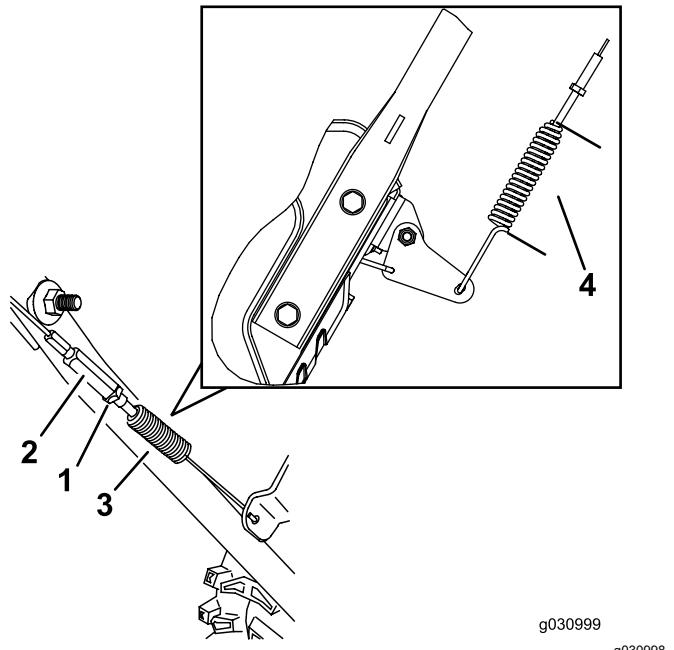

Bild 27
- Lösen oder ziehen Sie die Spannschraube an, um die Federlänge auf 5,5 cm einzustellen, wie in Bild 27 dargestellt.
- Ziehen Sie die Klemmmutter (Bild 27) an und stellen Sie sicher, dass der Antriebsbowdenzug etwas gespannt ist.